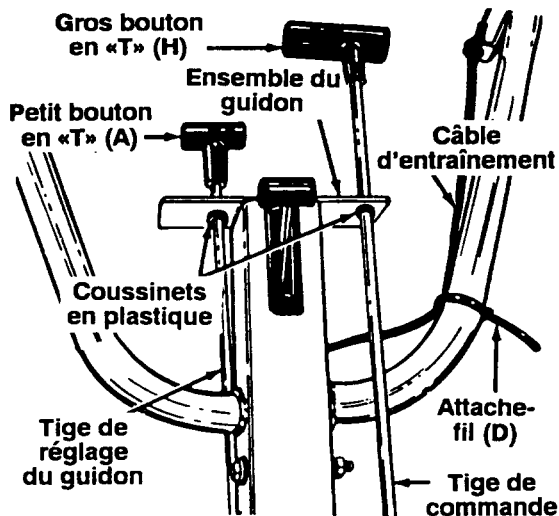

FIGURE 11
22. Attachez le câble d'entraînement sur le guidon de gauche avec l'attache-fil (D). Voir la figure 11. Coupez toute longueur d'attache-fil en trop.